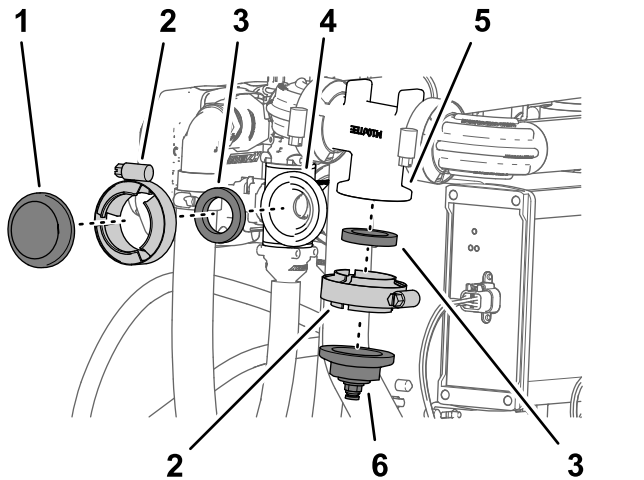

Bild 135
1. Nehmen Sie die Flanschklammer und die Dichtung ab, mit denen die Kappe am Flansch des Düsenventils 10 befestigt ist (Bild 135).
2. Nehmen Sie die Flanschklammer und Dichtung ab, mit denen die Kappe und das Schlauchanschlussstück am Verteiler des Durchflussmessgeräts befestigt ist (Bild 135).